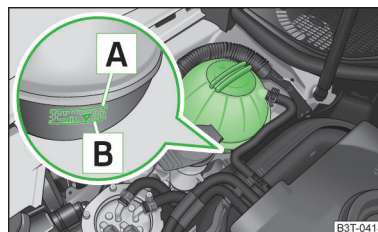

Fig. 129
Para rellenar, utilice solamente aquel líquido refrigerante cuya designación se encuentre en el depósito de compensación del líquido refrigerante » **fig. 129 de la página 149**.
A » fig. 129 de la página 149.
El depósito de compensación de líquido refrigerante se encuentra en el vano motor » fig. 129.
Descripción de la imagen » fig. 129
- Compruebe el nivel de líquido refrigerante en el depósito de expansión del mismo » fig. 129.
Cuando el motor está caliente, el resultado de verificación puede ser inexacto. El nivel también puede estar sobre la marca **A** » fig. 129.